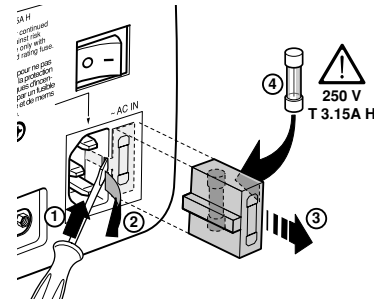

Fig. 4
- Substituir o fusível de proteção situado na tomada da rede com outro do mesmo tipo e com as mesmas características (T 3.15A H) (Fig. 4).